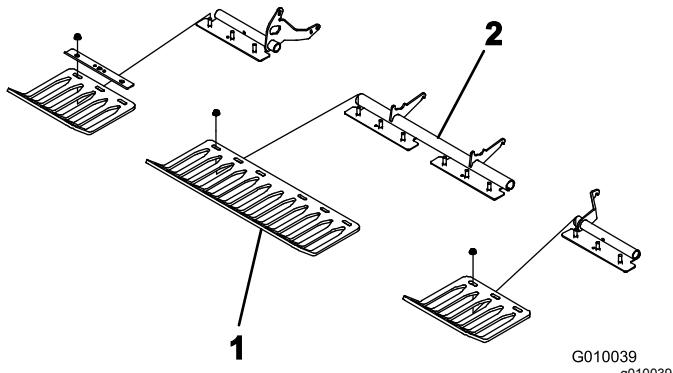

Figura 24
4. Montate le protezioni del tappeto erboso sulle relative staffe con 4 fascette delle protezioni e 12 dadi flangiati (Figura 24). Non serrate i dispositivi di fissaggio.
Nota: Le fascette delle protezioni del manto erboso e i dadi flangiati sono spediti fissati alle staffe (Figura 24).